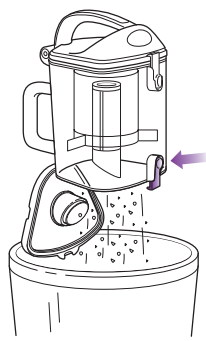

Fig. 19
- 2 Sostenga el recipiente de la tierra sobre un cesto de basura y presione el botón para abrir la tapa de abajo. **(Fig. 19)** Golpéelo suavemente para vaciar su contenido. Cierre nuevamente la tapa hasta que se trabo.